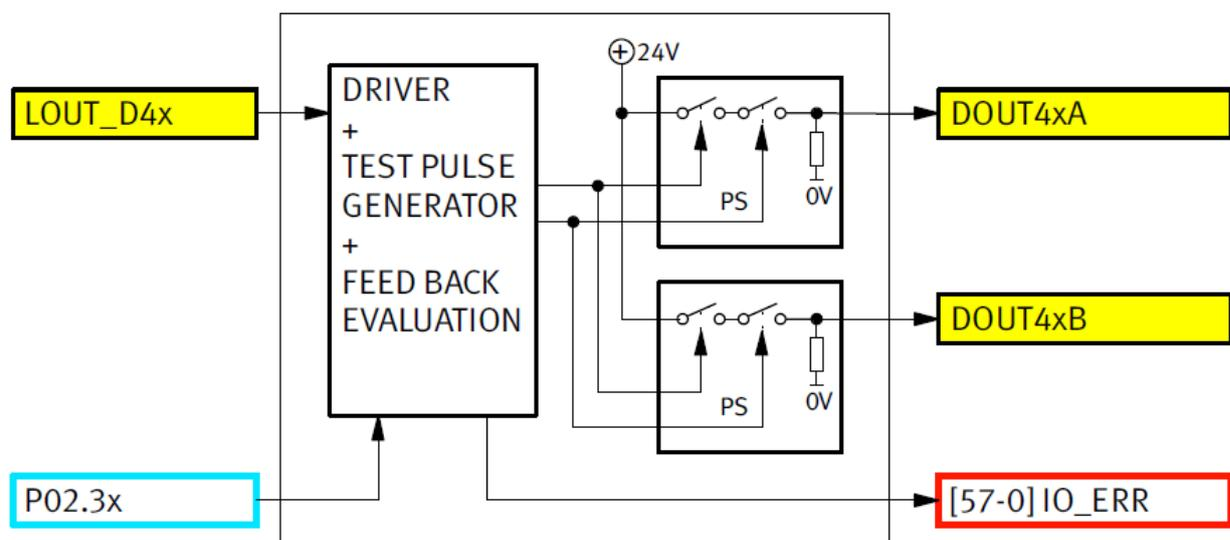

Abbildung 32: Blockschaftbild der zweikanaligen sicheren Ausgänge
**Tabelle 76: Legende zu Abbildung 32**